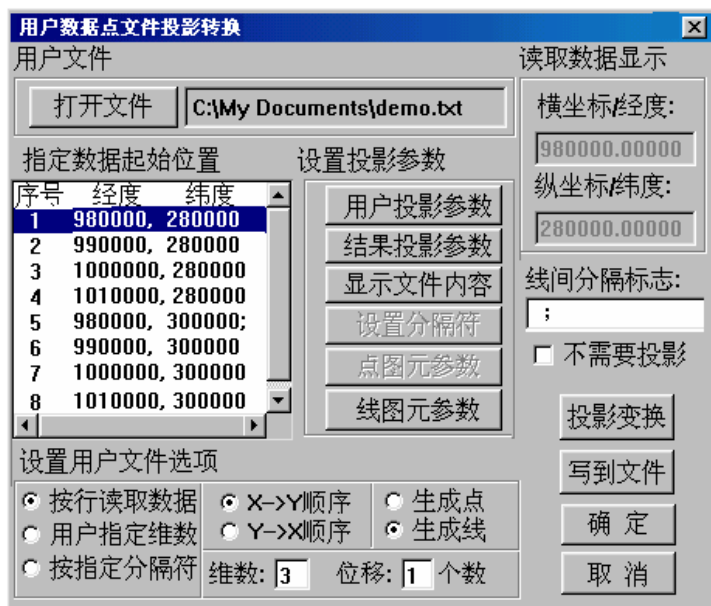

图 7-2-8 已输入参数的用户文件投影窗口
④ 设置维数和位移：维数的基本上不影响图形文件的生成。位移主要是针对三维和三维以上的文本数据而言的。一个文本文件的数据，不管它有多少维数，只要构成图形平面位置的坐标数据是放在第一维和第二维，那么位移值都是 0；否则就需要输入位移值了，所输入的位移值是根据图形坐标数据的位置而确定的，坐标数据的前面有几维，那么位移值就是多少。例如：图 7-2-7 中的文本数据是三维数据，其中，第一维是坐标点的序号，第二维和第三维才是构成图形的坐标数据，故位移值设为 1。参见图 7-2-8。
按前面所述的步骤设置好参数后，就得到了图 7-2-8 所示的用户文件投影窗口。